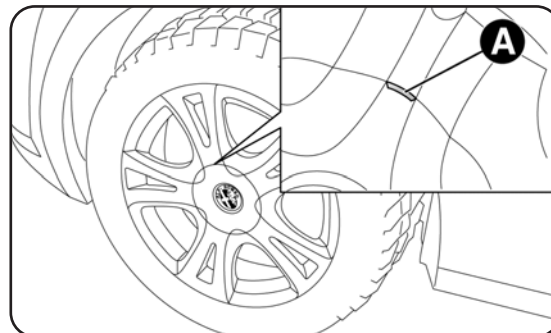

fig. 6
- pour versions avec jantes en alliage: secouer la voiture pour faciliter le décollement de la jante du moyeu de roue. Certaines versions peuvent être dotées de jantes en alliage avec enjoliveur cache-moyeu (fig. 6) Pour enlever l'enjoliveur, introduire le tournevis dans les logements A-fig. 6 de manière à accéder aux boulons de fixation. Remplacer la roue suivant les indications fournies.